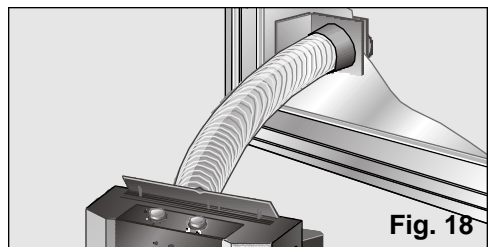

Fig. 18
- I de tilfeller den faste installasjonen skal føres gjennom vindusglass, benyttes bare den gjennomsiktige endedelen av utstyret, og det må lages et hull i glassruten på 10,5 cm i diameter, **Fig. 18.**